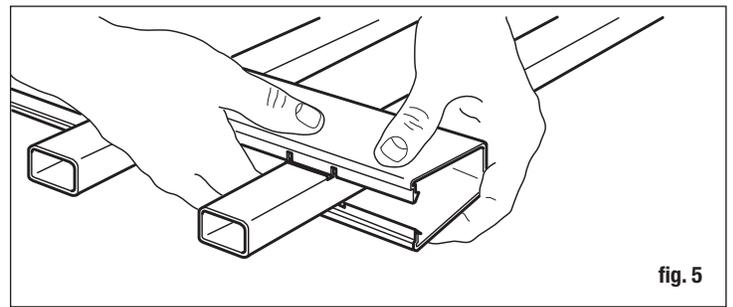

fig. 5
- Once all the pickets are in place, snap the rails into all the picket notches using your hands or gently tap with a rubber mallet (fig. 5).
- Starting at a corner, mix concrete in the first hole per the instructions on the bag. Mix thoroughly and install the post into the hole and tap the post to the proper depth. Measure to be sure you can install the finished panel to the post with approximately a 2" gap from the ground to the bottom of the panel. You may also need to leave a space from the highest point of the panel to the top of the post (fig. 5). The spacing allows the cap to be installed on top of the post without interference with the top rail.
- Une fois tous les piquets en place, encliquez les traverses sur toutes les encoches de piquets en utilisant vos mains ou en tapant doucement avec un maillet en caoutchouc (fig. 5).
- En commençant par un coin, mélangez le béton dans le premier trou en suivant les instructions qui se trouvent sur le sac. Mélangez à fond et installez le poteau dans le trou et appuyez sur le poteau pour l'enfoncer à la profondeur qui convient. Mesurez pour vous assurer de pouvoir installer le panneau terminé au poteau avec un espace d'environ 5 cm (2 po) entre le sol et le bas du panneau. Vous aurez également peut-être besoin de laisser un peu d'espace entre le point le plus élevé du panneau et la partie supérieure du poteau (fig. 5). L'espace permet d'installer le plafond sur la partie supérieure du poteau sans qu'il y ait d'interférence avec la traverse supérieure.
- Una vez que todas las estacas estén en su lugar, deslice empujando todas las pestañas del pretil en todas las muescas de las estacas usando sus manos o golpee suavemente con un mazo de hule (fig. 5).